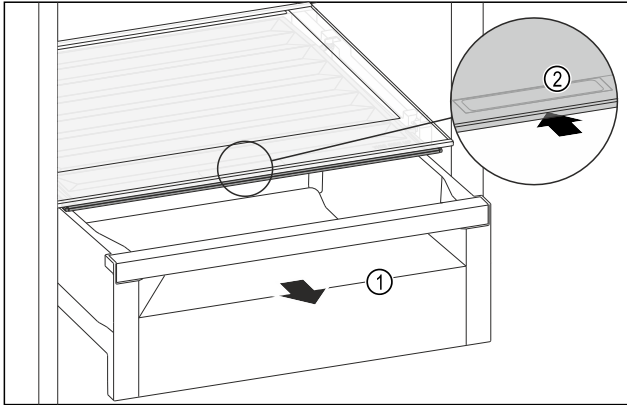

Fig. 147
- ▶ Vedä säilytyslokero *Fig. 147 (1)* ulos.
- ▶ Tartu lokeron kannessa olevaan tartuntakohtaan *Fig. 147 (2)* ja vedä lokeron kantta samanaikaisesti taaksepäin.